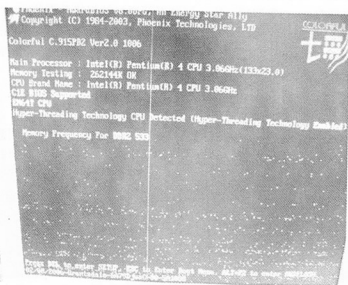
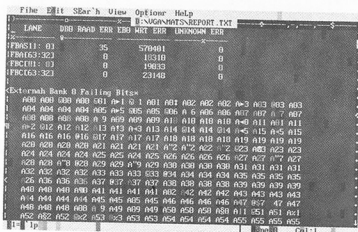

图 3-49 “满天星”故障表现
图 3-50 显存通病“满天星”的测试结果
(4) 如果报错的数据位为 0~7、32~39 这样的整组（8 个为一组），重点检查对应的 LDQS、LDM 对地数值是否正常；如果报错的数据位为 0~31 这样的情况，重点检查显存的时钟信号/控制信号是否正常、地址线是否空焊、显存的工作电压/参考电压是否正常等。
(5) 如果整个通道报错，则可能为地址线短路或显存供电不正常，GPU 损坏等。
(6) 对于显存报错的，都可以采取替换法排除。例如，A 通道不报错，C 通道报错的显卡，可以把 C 通道数据位报错的显存与 A 通道互换，如果故障依旧，可以说明显存没问题，故障在 GPU 或者显存到 GPU 间的线路；如果错误的的数据位在 A 通道了，说明显存坏，更换一颗显存即可修复。
(8) 如图 3-49 所示屏幕很多小点，且不断变化，戏称“满天星”，用软件测试的界面显示如图 3-50 所示。此为显存通病，芯片为 DDR3 三星 MBGA 封装的 K4J5532****-BC14